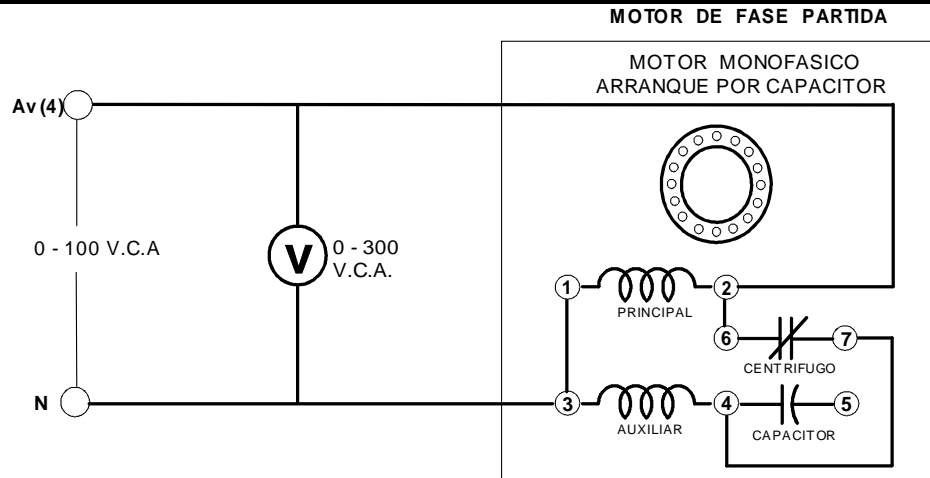

Fig. A10-1
- 7.- Conecte el circuito de la figura A10-1. El interruptor centrífugo se conecta en serie con el devanado auxiliar y ambos devanados se conectan en paralelo a las terminales **Av(4) y N** de la fuente de alimentación a una tensión de 100 V.c.a. Observe que el capacitor, que está conectado entre las terminales 4 y 5, **no se utiliza cuando el motor se conecta como motor de fase partida.**